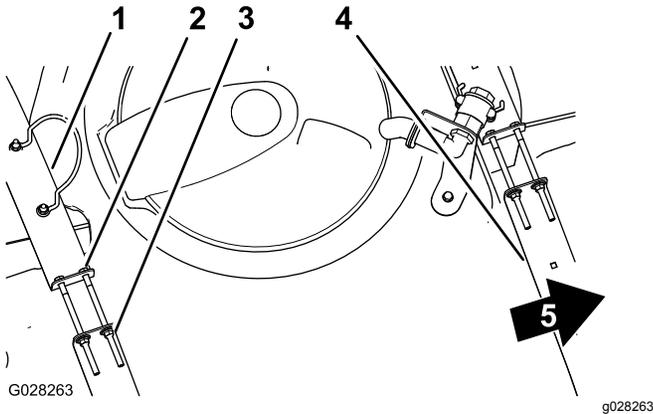

Bild 85
2. Prüfen Sie, ob Sie zwischen den Behälterriemen und dem Behälter eine Bewegung feststellen können (Bild 85).
3. Wenn die Behälterriemen lose am Behälter angebracht sind, ziehen Sie die Sicherungsbundmutter und Schrauben oben an den Riemen an, bis sie mit der Behälterfläche bündig sind (Bild 85).